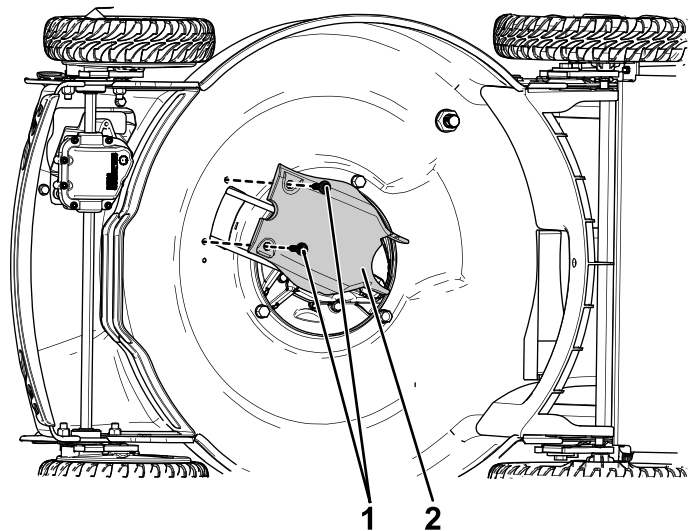

Figur 7
3. Monter knivdrivverket og før remmen rundt det, som vist i Figur 7.